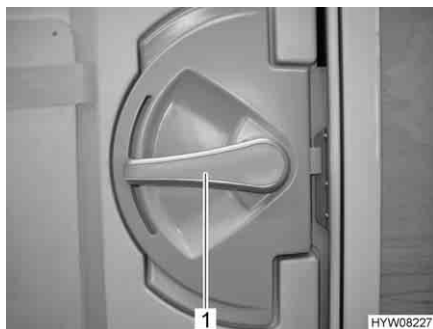

Fig. 31 Serratura della porta di ingresso, lato interno
- Apertura:** ■ Premere la maniglia della porta (Fig. 31,1) verso il basso.
- Bloccaggio:** ■ Ruotare la maniglia della porta (Fig. 31,1) per circa 45° verso l'alto e lasciarla in questa posizione.